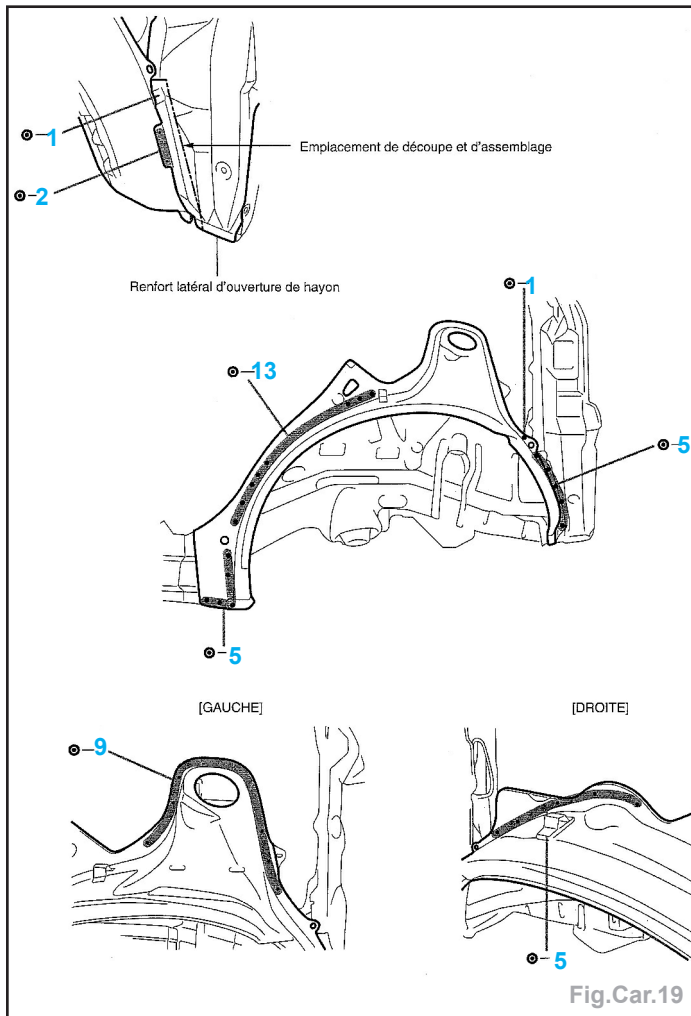

Fig.Car.19
- Tracer suivant la figure, puis découper à l'aide d'une meule assiette (Fig.Car.19).